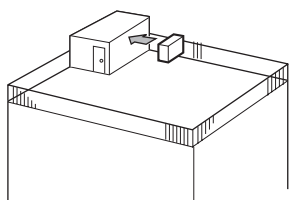

Fig. 2-2
① Posizionare la bocca di uscita dell'aria verso la parete più vicina, mantenendola a circa 50 cm di distanza dalla parete. (Fig. 2-2)